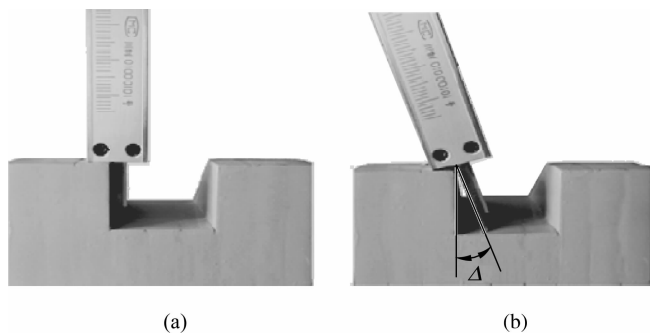

图 1-7 测量深度尺寸的方法示意图
(6)测量孔深或高度尺寸时,应使深度尺的测量面紧贴孔底,游标卡尺的端与被测件的表面接触,且深度尺要垂直,不可倾斜,如图 1-7 所示。